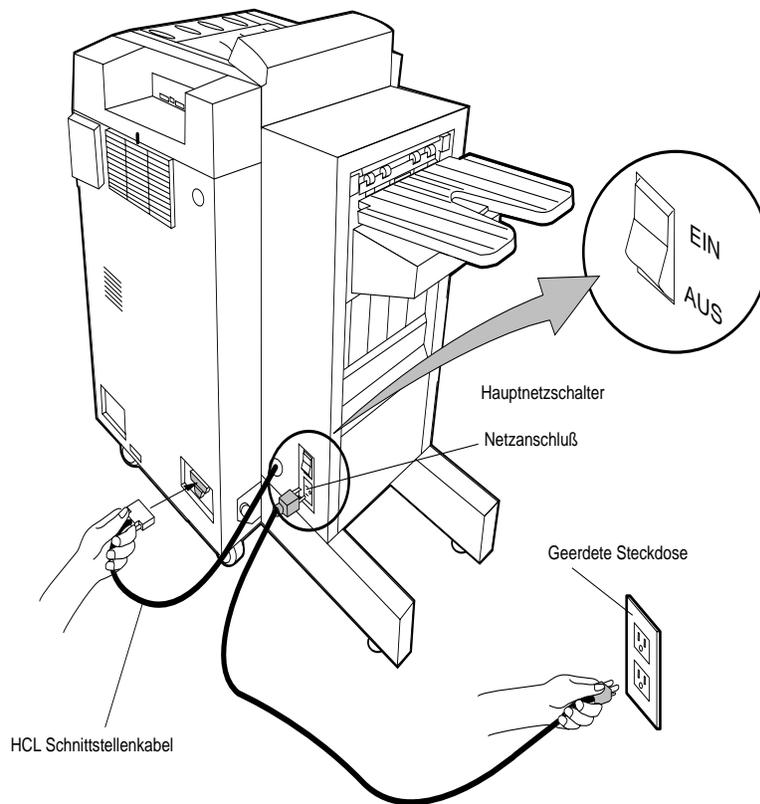

Abbildung 4-30 HLA-Signalkabel und Netzkabel anschließen
1. Stecken Sie das Signalkabel der HLA-Einheit in dem Anschluß im unteren rechten Eck der Rückwand des Druckers ein. Siehe Abbildung 4-30.